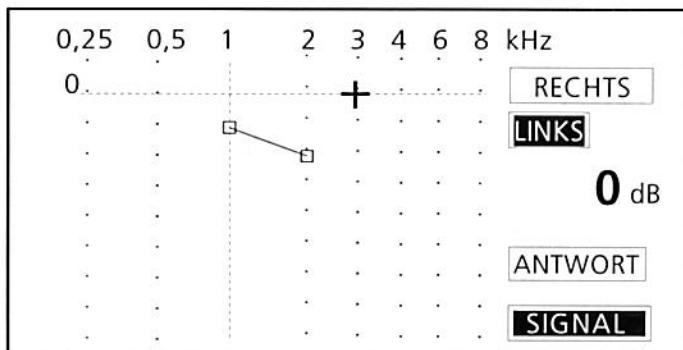

Bild 10 Test linkes Ohr
- Nach Beendigung des Tests ist die Hörschwelle sichtbar. Mit Hilfe der Tasten \blacktriangleleft ⑯ \triangleright ⑰ können Sie nun von einem Messpunkt zum nächsten springen. Der Testpegel, bei dem der Patient das Hören des Signals signalisiert hat, wird jeweils im Display angezeigt.
- Mit der Schmetterling - Taste L/R wählen Sie jetzt das linke Ohr als Testohr aus. Es leuchtet die Anzeigelampe (LED) im linken abgebildeten Vogel ①. Das Feld links ist auf dem Anzeigedisplay markiert.
- Die gehörten Töne werden mit einem Kästchen für links markiert (Bild 10).